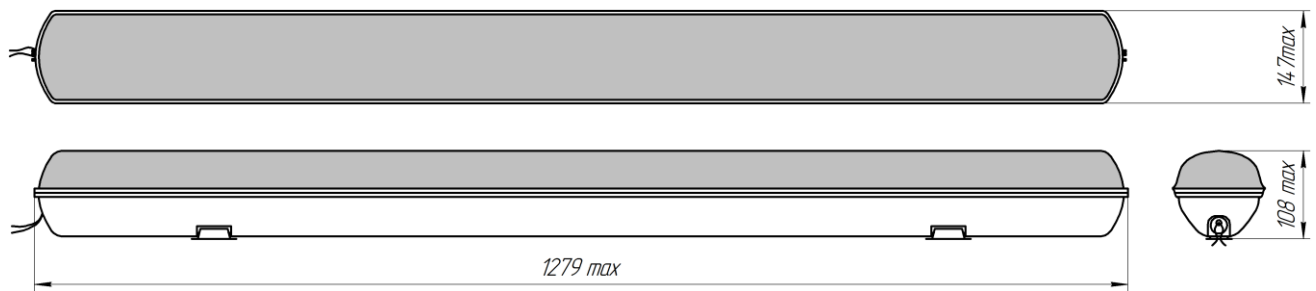

Рисунок 1
1.4.1. Светильник состоит (см. Рисунок 1) из пластмассового корпуса, который является несущим элементом светильника, защитного стекла, светодиодных полупроводниковых модулей, источника питания и контактного устройства.